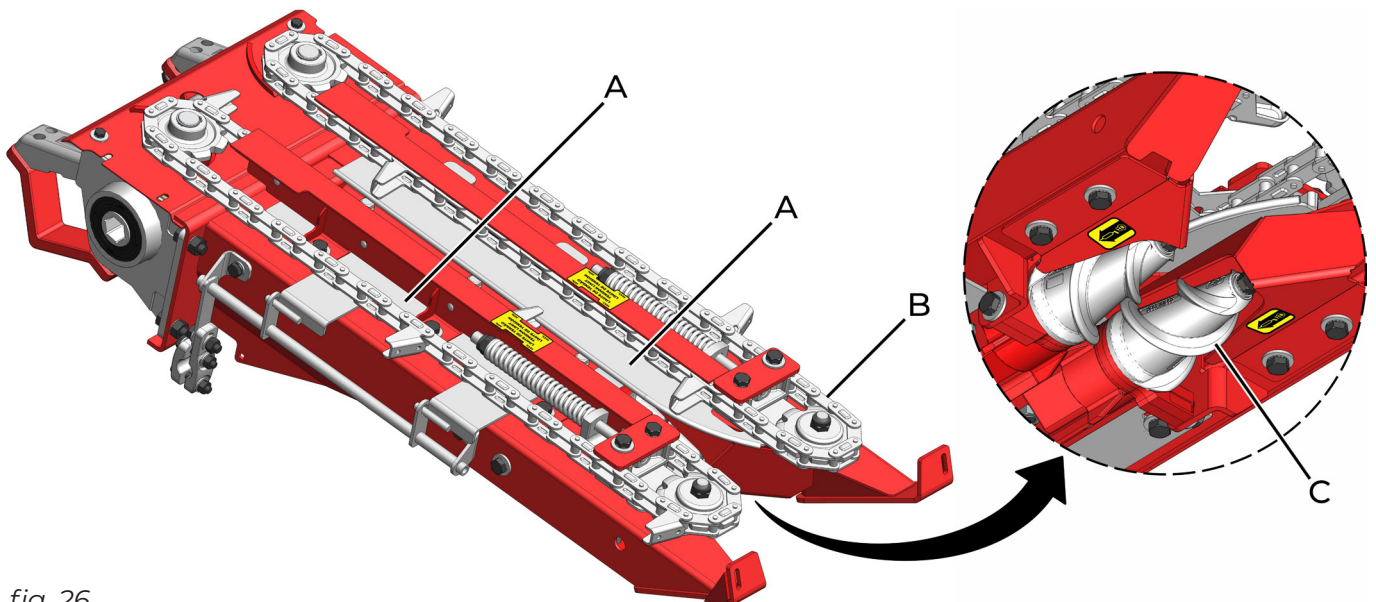

fig. 26
As chapas despigadoras (A) (fig. 26) posicionadas na base das correntes alimentadoras (B), têm a função de arrancar as espigas dos talos a medida que, esses são puxados para baixo pelos rolos recolhedores (C).